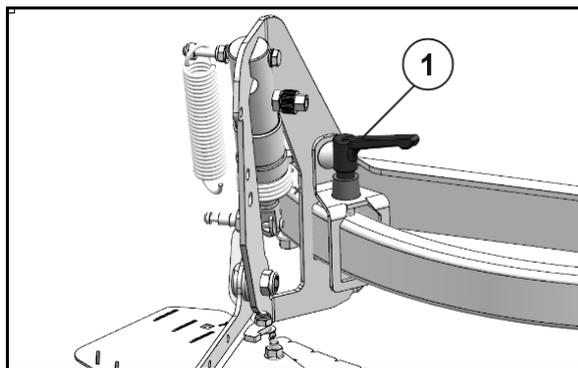

Fig. 63
1. Para isso, soltar a alavanca de aperto (Fig. 63/1).